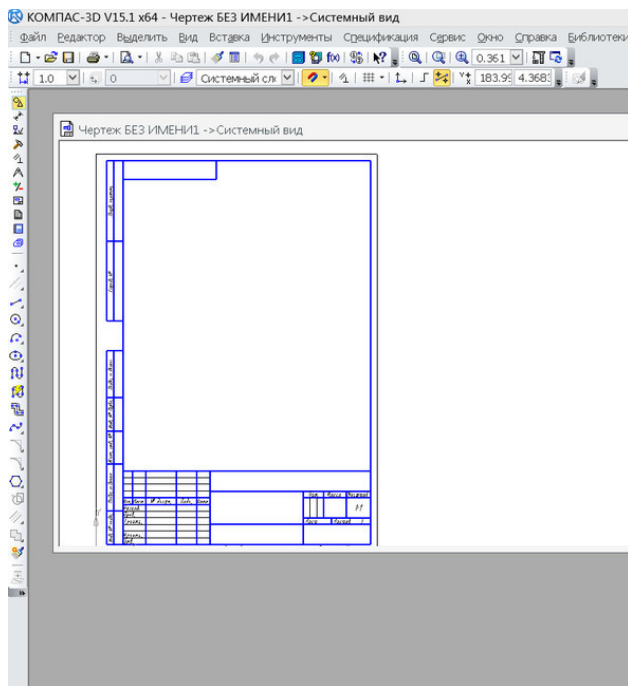

Рис.4. Экран открытого чертежа в системе КОМПАС. (это СКРИНШОТ экрана);
– Наводим на него стрелку мышки и щелкаем 2 раза левой кнопкой. У нас на поле появится «ФОРМАТКА», см. Рис.4. Но можно не щелкать два раза, а просто левой кнопкой мышки выделить желанный документ, а затем нажать кнопку ОК.